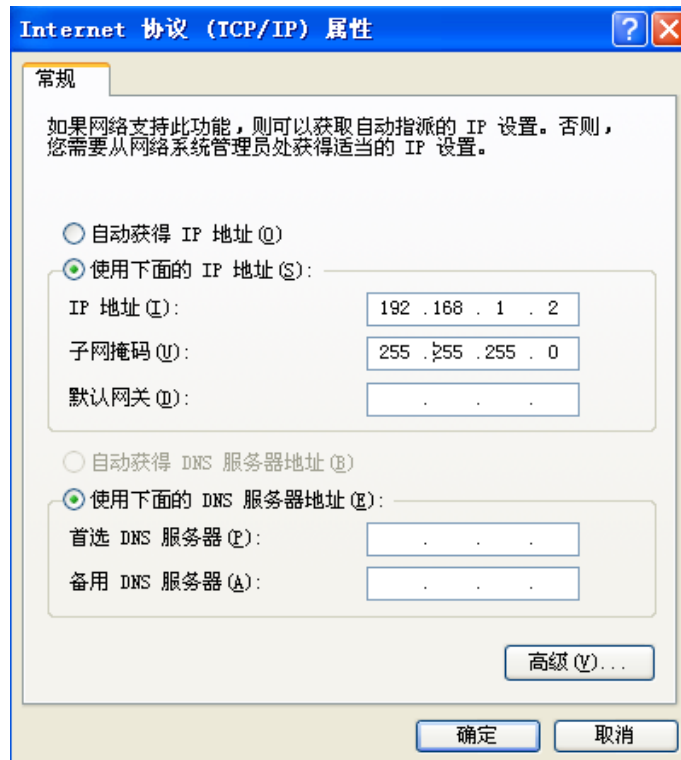

图 8 计算机的 IP 地址设置画面
(1) 修改计算机网络连接中的 IP 地址，与 CNC 侧 IP 地址尾号数值不一致即可，子网掩码的设置与 CNC 相同，例如，IP 设定为：192.168.1.2，子网掩码设定为：255.255.255.0，如图 8 所示，设置完成之后点击确定即可。